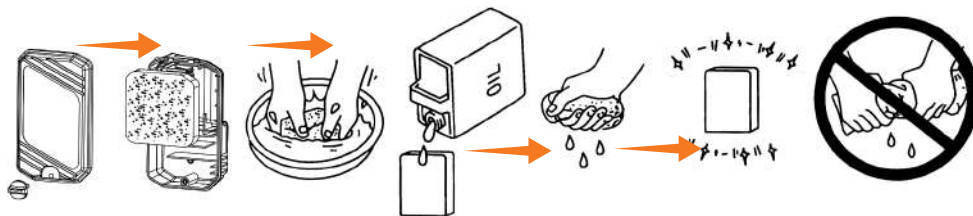

Рис. 20
- Извлеките фильтрующий элемент и промойте его в растворе теплой мыльной воды, хорошо отожмите и просушите (отжимая лишнюю влагу не скручивайте фильтрующий элемент, возможно его повреждение). Смочите фильтрующий элемент моторным маслом и отожмите его. Фильтрующий элемент должен быть только слегка пропитан маслом (Рис. 20).